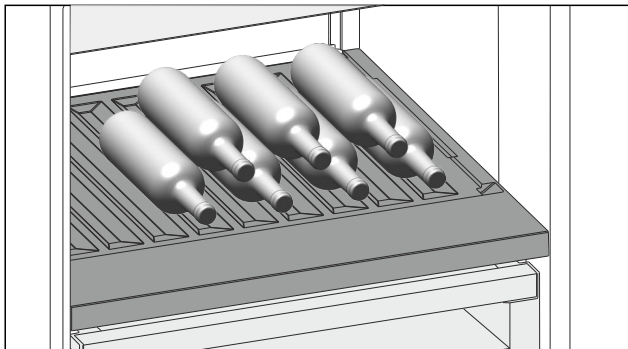

Fig. 195 Példaként szolgáló ábrázolás
- ▶ A palackokat az aljukkal hátrafele helyezze a hátfalhoz. (lásd Fig. 195)